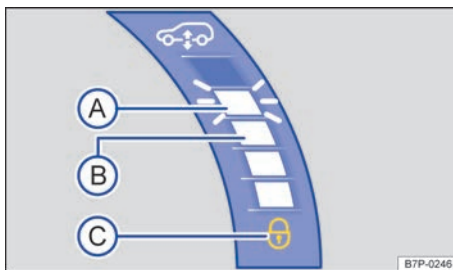
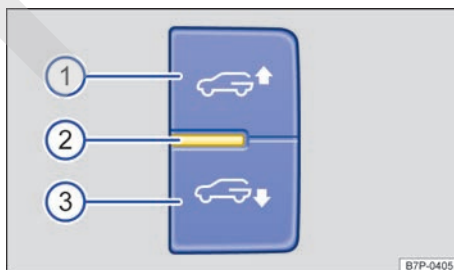

Fig. 153 Detalle del cuadro de instrumentos: ejemplo de la indicación por barras.
Fig. 156 En el lado derecho del maletero: teclas del modo de carga.
Cuanto más alto sea el nivel del vehículo más barras se encenderán en el cuadro de instrumentos → fig. 153.
Si el encendido está conectado aparece una representación simbólica en la pantalla del cuadro de instrumentos, debajo de las barras → fig. 153, y se oye una señal acústica. La indicación *parpadea* mientras se pulsa la tecla → fig. 156 ① o ③ y baja o sube la parte trasera del vehículo.
- Cuando el testigo de control → fig. 156 ② está apagado, el modo de carga no está activo o hay una avería en el sistema.